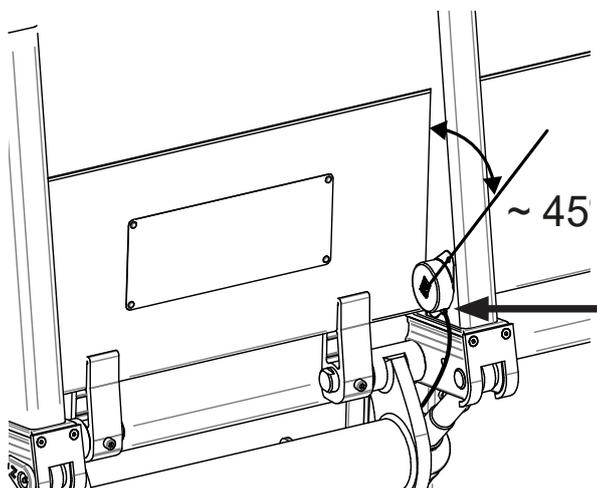

Figura 36. Montaje del sensor de ángulo en un ángulo de 45 grados y con la conexión de los cables hacia abajo
1. El sensor de ángulo redondo debe montarse con el cable hacia abajo a 45° hacia la plataforma. Consulte Figura 36. Si no hay orificios pretaladrados, taládrelos, utilice una broca de Ø5,2 mm.
Asegúrese de montar el sensor de modo que su conexión de cable quede hacia abajo, véase Figura 36.